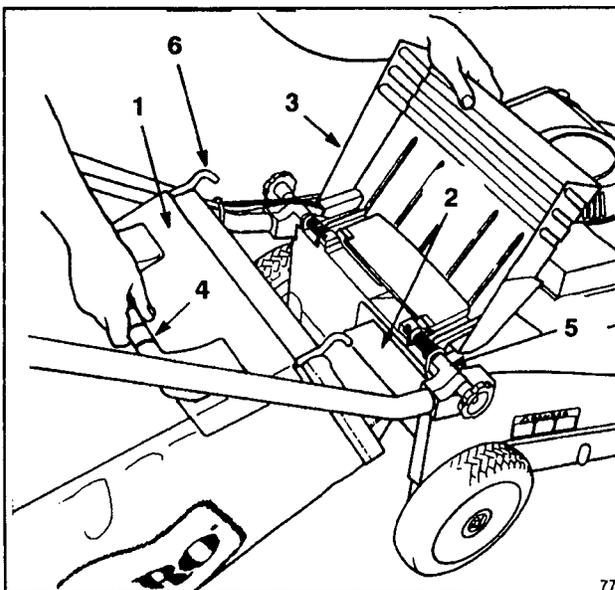

Figure 4
1. Soulever le volet de l'éjection, glisser le rail attaché au sac dans l'ouverture d'éjection et accrocher la cadre du sac sur la portion arrondie des supports de montage (fig. 4).